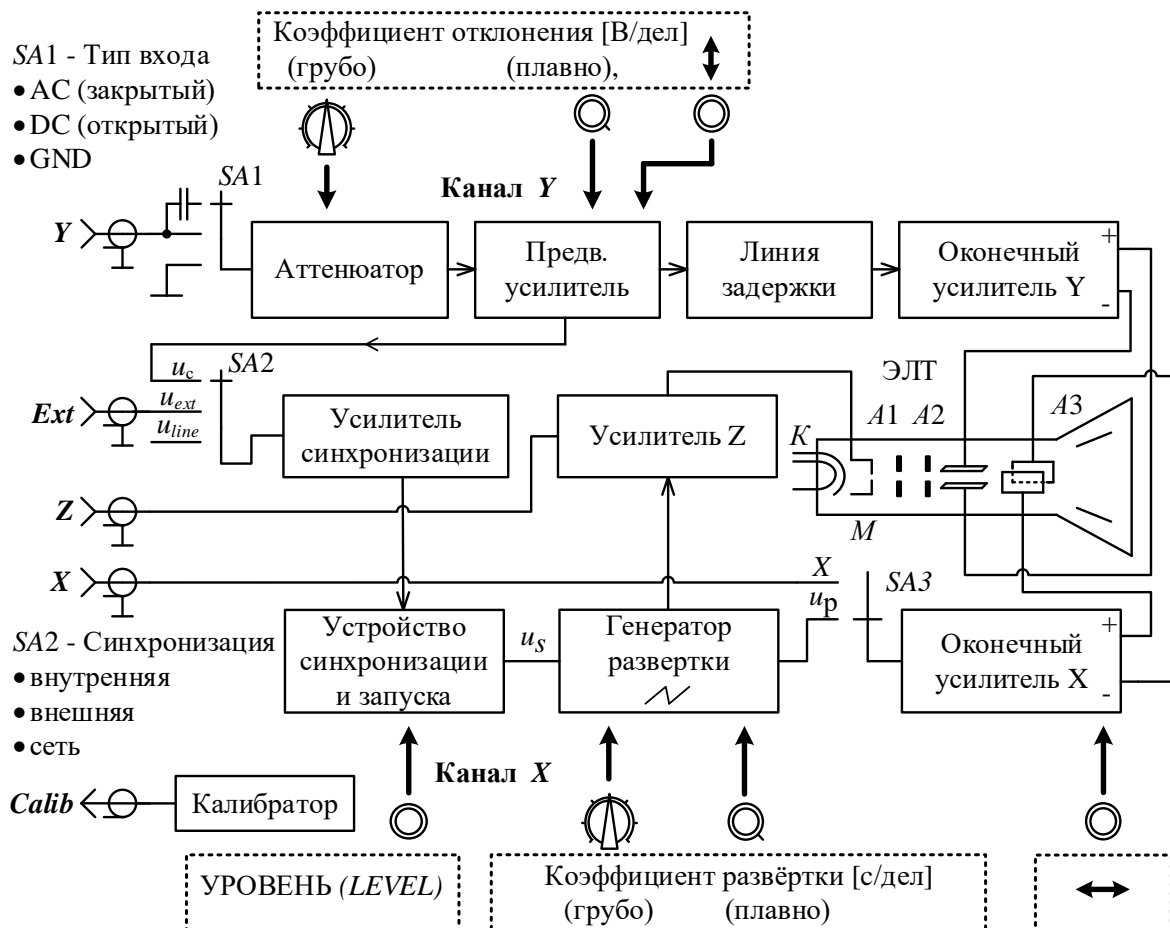

Рис. 3.1. Структурная схема универсального осциллографа
Структурная схема универсального одноканального осциллографа представлена на рис. 3.1. Она включает в себя каналы вертикального (Y) и горизонтального (X) отклонения, канал Z , служащий для модуляции яркости луча, электронно-лучевую трубку (ЭЛТ), а также калибратор. В составе ЭЛТ предусмотрена электронная пушка, содержащая катод K с нитью накала, модулятор M и систему фокусирующих и ускоряющих анодов $A1$, $A2$ и $A3$. Электронная пушка формирует узкий пучок электронов, плотность которого регулируют напряжением на модуляторе M . При этом меняется яркость осциллограммы. Управление положением луча на экране ЭЛТ осуществляют подачей отклоняющих напряжений на пару взаимно перпендикулярных пластин.
На рис. 3.1 представлена структурная схема *одноканального* ЭЛО, позволяющего наблюдать только 1 сигнал. Для наблюдения на экране осциллограмм двух сигналов применяют *двухканальные* осциллографы, в которых используется коммутация сигналов перед подачей их на ЭЛТ. При этом структурная схема осциллографа содержит два канала вертикального отклонения Y_1 и Y_2 и коммутатор, который позволяет подать на отклоняющие пластины Y поочередно сигналы обоих каналов.